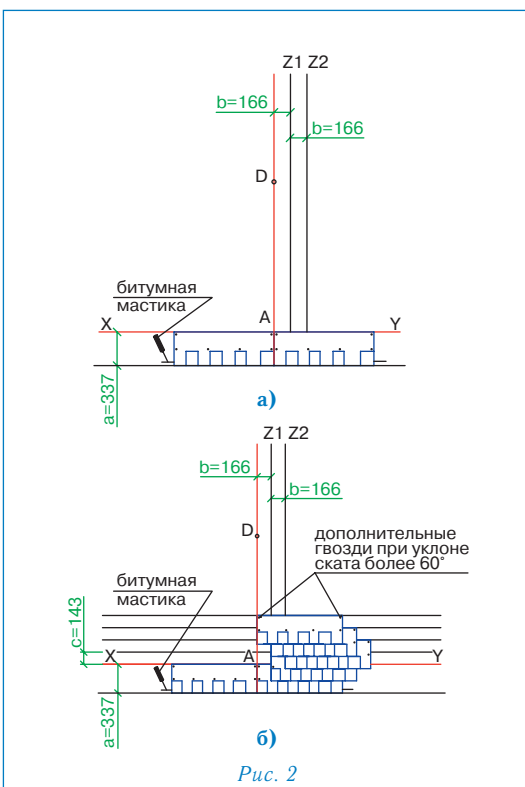

Рис. 2
### Укладка материала (рис. 2)
- первый ряд черепицы укладывается от линии AD (рис. 2а);
- второй ряд укладывается от линии Z1 (со смещением 16,6 см от AD) (рис. 2б);
- третий ряд укладывается от линии Z2 (со смещением 16,6 см от Z1) (рис. 2б);
- четвертый ряд — от линии Z1 (рис. 2б);
- пятый ряд — от линии AD (рис. 2б);